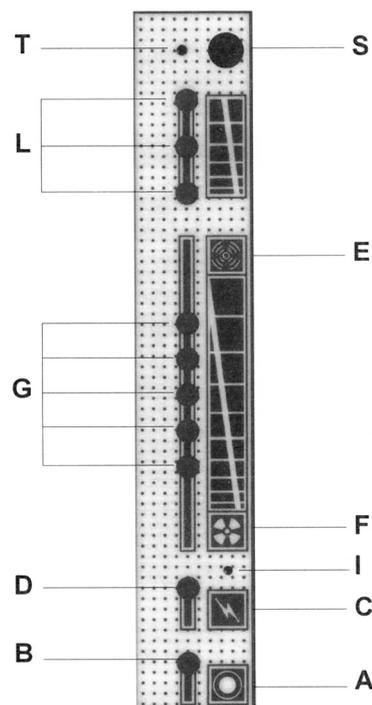
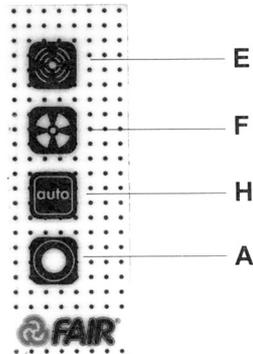

Abb. 15
Abb. 16
Die Kontrolltafel (s. Abb. 15) ermöglicht die Einschaltung folgender Funktionen:
Die Kleintafel der Fernsteuerung (Abb. 16) ermöglicht die Einschaltung folgender Funktionen:
Auf der Kontrolltafel (s. Abb. 15) befinden sich folgende Meldungskontrolllichter:
Bei Gebrauch der AUTOMATISCHEN Kontrolle erhält man einen ausgezeichneten Betrieb des Reinigers. Diese Funktion wird bei laufendem Reiniger eingeschaltet, indem Taste **H** (Abb. 16) der Fernsteuerung oder gleichzeitig **E** und **F** (Abb. 15) der Kontrolltafel gedrückt wird. Die AUTOMATIK-Funktion schaltet man ab, indem man Taste **H** der Fernsteuerung wieder drückt oder die beiden Tasten **E** und **F** der Tafel. Mit der Taste EIN-AUS (A) schaltet man den Reiniger aus, und bei seiner Wiedereinschaltung wird die Handfunktion wiederhergestellt.
Auf der Steuertafel kann man die Empfindlichkeit des Verschmutzungsfühlers **S** nach Bedarf nachstellen, falls sie zu schwach oder zu stark ist. Diese Nachstellung geschieht durch einen Trimmer **T**, zu dem man Zugang durch eine Öffnung in der Kontrolltafel hat (Abb. 15). Durch Drehen im Uhrzeigersinn steigt die Empfindlichkeit des Gerätes; dreht man gegen den Uhrzeigersinn, nimmt sie ab.
- 1) Schalten Sie ihn wieder ein, indem Sie die EIN-AUS-Taste der Fernsteuerung (Abb. 16) drücken.
- 1) Nachsehen, ob die Filteralarm-LED (Abb. 15, D) blinkt und damit einen Kurzschluß meldet oder ob die LED für schmutzigen Filter leuchten (Abb. 15, G).